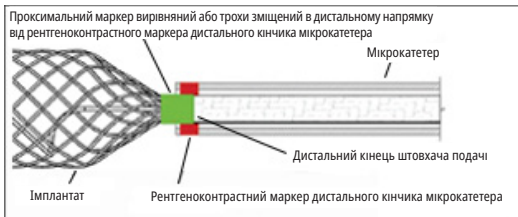

Рисунок 6 – Розташування маркерних смужок для від'єднання
- Під рентгенокопічним контролем повільно виведіть імплантат із кінчика катетера. Продовжуйте просувати імплантат у потрібне місце, доки проксимальний рентгеноконтрастний маркер на імплантаті не буде вирівняний або трохи зміщений в дистальному напрямку від дистального рентгеноконтрастного маркера кінчика катетера, розташувавши зону від'єднання безосередньо за кінчиком катетера. Див. Рисунок 6. За необхідності змініть положення спіралі. Якщо розмір імплантату не підходить, видаліть його і замініть іншим виробом. Якщо після встановлення імплантату і до його від'єднання від рентгенокопічним контролем спостерігається небажаний рух імплантату, видаліть його і замініть іншим імплантатом відповідного розміру. Рух імплантату може вказувати на те, що імплантат може зміститися після від'єднання. **НЕ обертайте штовхач подачі під час або після введення імплантату в судинну мережу. Обертання штовхача подачі може призвести до пошкодження імплантату або передчасного від'єднання імплантату від штовхача подачі, що може призвести до зміщення імплантату. Перед від'єднанням імплантату також необхідно виконати ангіографічну оцінку, щоб переконатися, що імплантат не виступає в неналежну судинну мережу.**